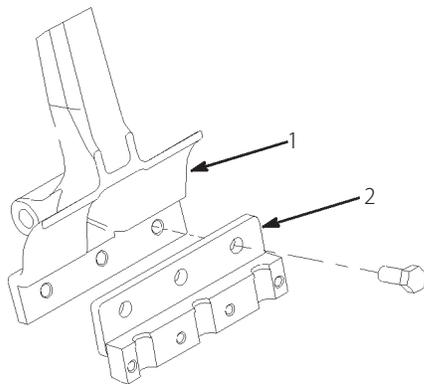

図 23
2. 各ティン・アームにティン・ホルダーを取り付ける (図23 ; 1/2 x 1-1/4" キャップスクリュー 3 本を使用)。キャップスクリューを 75 ft.-lbs (10.5 kg.m) にトルク締めする。(キャップスクリューはホルダー・キットの付属品。)